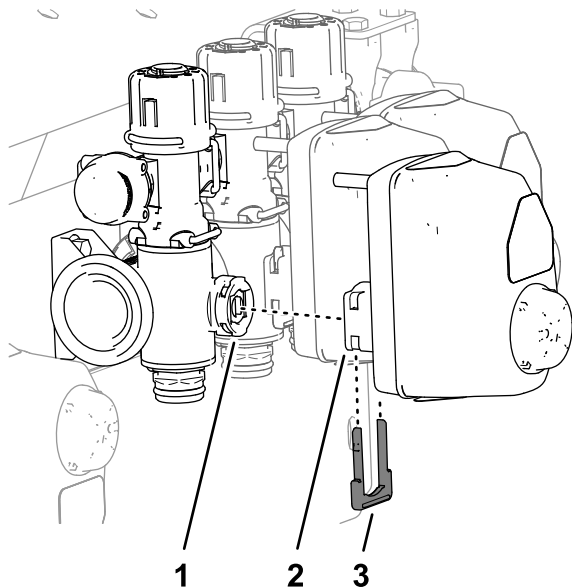

Рисунок 48
1. Снимите держатель, который крепит привод к коллекторному клапану клапана секции стрелы в сборе (Рисунок 48).
2. Снимите привод с коллекторного клапана (Рисунок 48).